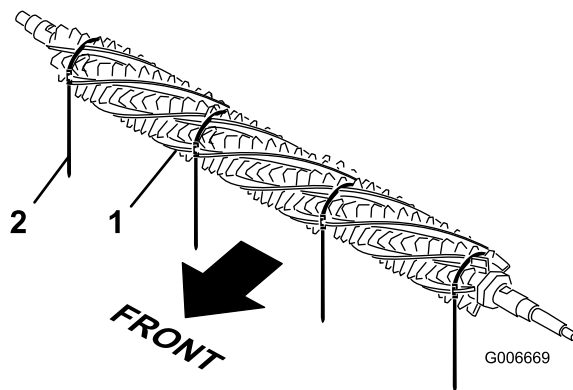

Bild 38
1. Schieben Sie von einer Seite der Groomerspindel eine Bürste in jede Rille um die ganze Länge der Groomerspindel (Bild 38).